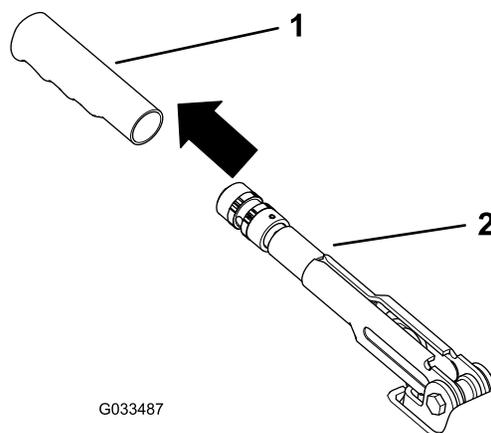

Bild 56
1. Nehmen Sie den Gummigriff vom Feststellbremshebel ab (Bild 56).
- Befestigen Sie den Gummigriff am Feststellbremshebel (Bild 56).